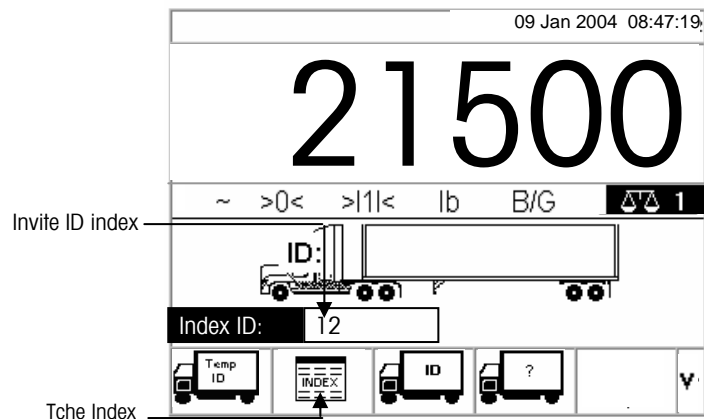

Figure 2-10 : Écran de pesage avec invite de l'ID d'index
1. Après avoir placé le véhicule sur la balance, appuyez sur la touche programmable INDEX (Figure 2-10).
2. Une invite d'ID d'index s'affiche avec un curseur dans le champ ID (Figure 2-10).